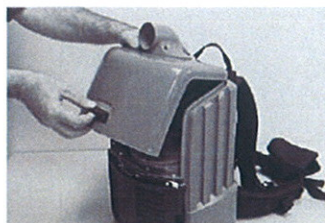

FIG. 1
1. Pour accéder au compartiment du sac aspirateur, déverrouillez le couvercle du compartiment du sac et retirez le couvercle (Figure 1).